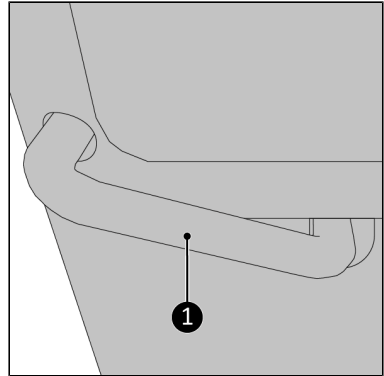

Abbildung 29.
1. Entfernen Sie den kurzen vorgeformten Schlauch (Abbildung 29, Pos. 1).